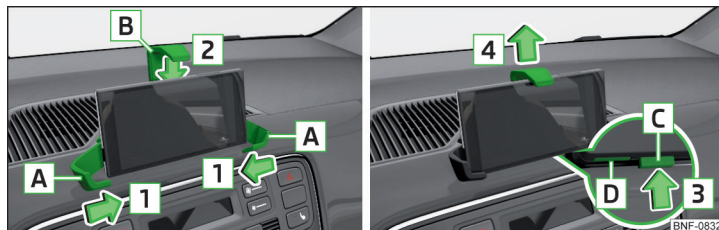

Fig. 79 Introducerea/scoaterea telefonului
- › Introduceți telefonul între brațele **A**, deplasați-le în direcția săgeților **1**, fixând astfel telefonul » fig. 79.
- › Apăsați tasta **C** în sensul săgeții **3**, brațul **B** se deplasează în poziția inițială în sensul săgeții **4** » fig. 79.